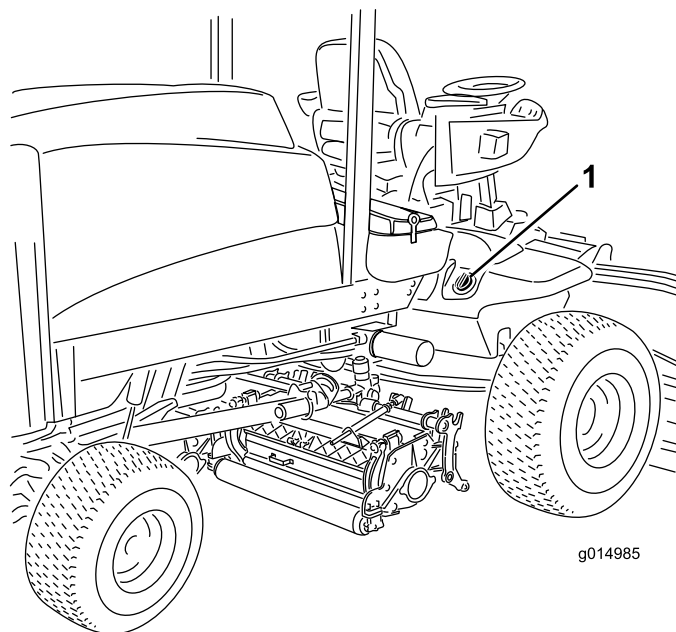

Bild 38
2. Reinigen Sie den Bereich um den Einfüllstutzen und den Deckel des Hydraulikölbehälters (Bild 38). Drehen Sie den Deckel vom Einfüllstutzen ab.